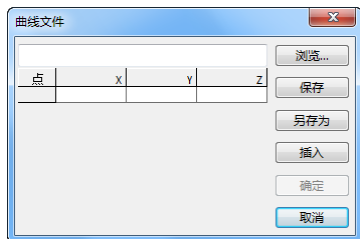

图 6-39 “曲线文件”对话框
**01** 新建零件图，执行通过 XYZ 点的曲线命令。在菜单栏中选择“插入”→“曲线”→“通过 XYZ 点的曲线”命令，或者单击“曲线”工具栏中的“通过 XYZ 的曲线”图标按钮, 此时系统弹出如图 6-39 所示的“曲线文件”对话框。
**01** 新建零件图。执行通过 XYZ 点的曲线命令。在菜单栏中选择“插入”→“曲线”→“通过 XYZ 点的曲线”命令，或者单击“曲线”工具栏中的“通过 XYZ 的曲线”图标按钮，此时系统弹出如图 6-39 所示的“曲线文件”对话框。